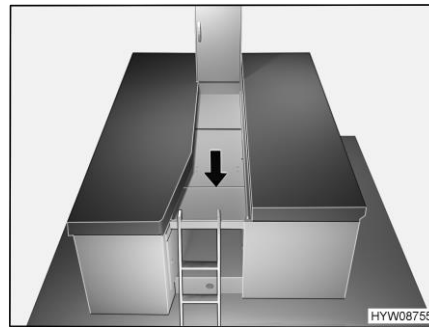

Fig. 82 Préparer la rallonge latérale de lit
- Déplier la rallonge latérale de lit et la poser entre les lits simples comme représenté à la Fig. 82.